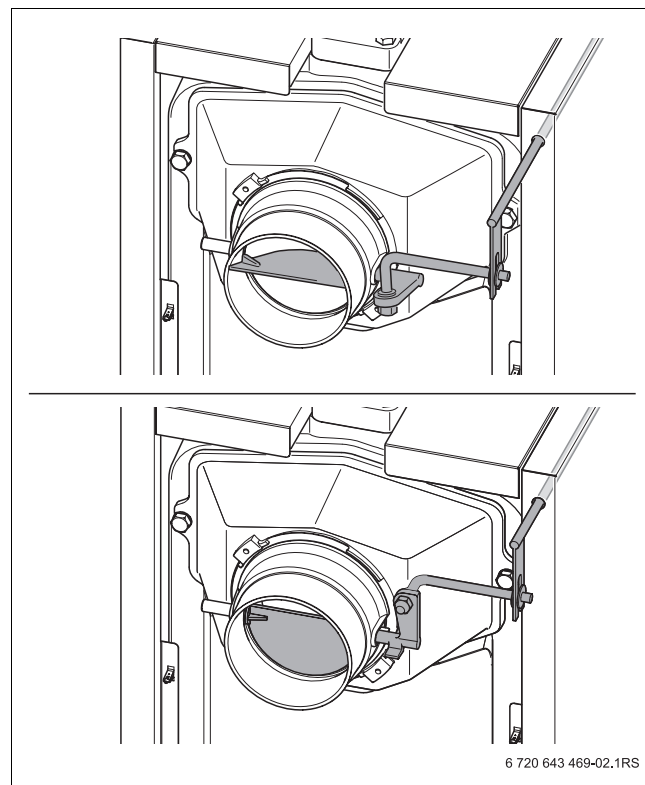

Рис. 8 Дымовая заслонка (вверху открыта; внизу закрыта)
- Чтобы предотвратить потери тепла в дымовой трубе, по возможности в зависимости от тяги прикройте дымовую заслонку (→ рис. 8, нижний).
Если дымовые газы выходят плохо (недостаточная тяга), то снова откройте дымовую заслонку (→ рис. 8, верхний).
- ▶ Откройте дымовую заслонку для снижения выхода дыма в помещение при загрузке топлива (→ рис. 8, верхний).
- ▶ Закройте загрузочную дверцу [1] и дымовую заслонку (→ рис. 8, стр. 15).